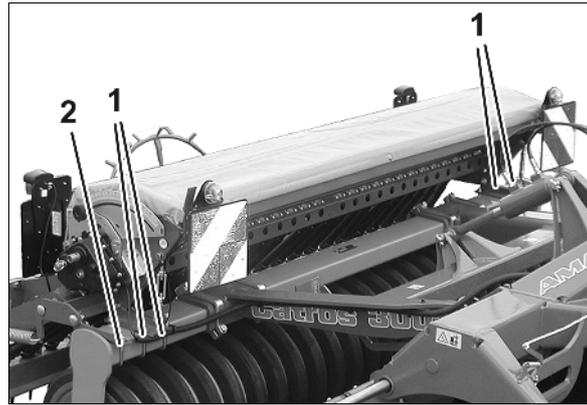

Fig. 18
6. Fixez la machine avec quatre étriers de blocage (Fig. 18/1).
7. Fixez l'entraînement de la roue d'entraînement avec l'étrier de blocage (Fig. 18/2).